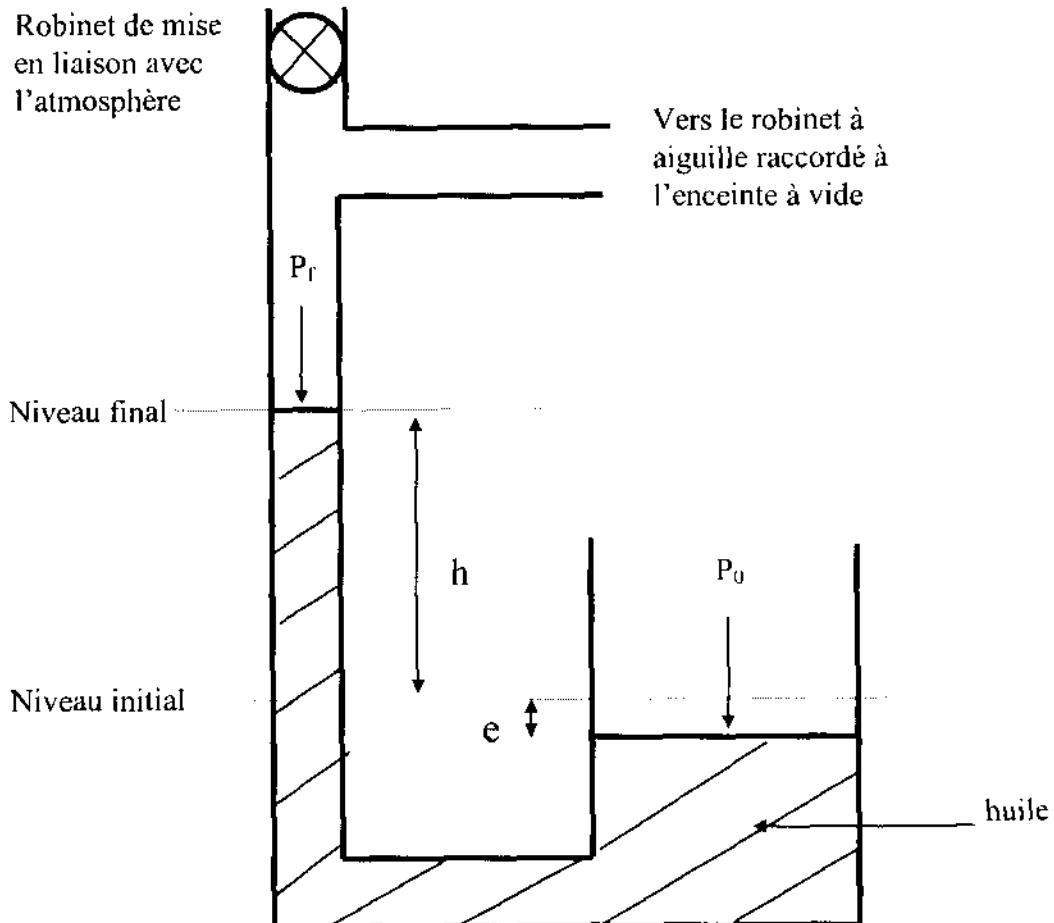

Figure 3. Schéma du débitmètre
On suppose dans cette partie que l'on dispose d'une pompe actionnée par un moteur, qui assure une cadence de pompage constante ($dQ/dt = \text{constante}$) ; il en résulte un débit moyen constant. Pour mesurer le volume de gaz pompé à une pression donnée, on dispose d'un débitmètre (figure 3) qui est directement raccordé à l'enceinte. La base du débitmètre est un tube en U contenant de l'huile ; une de ses branches est un réservoir directement ouvert sur l'atmosphère, l'autre est un tube calibré. A sa partie supérieure, le tube calibré est surmonté de deux conduits : l'un peut être relié à la pression atmosphérique au travers d'un robinet à deux positions (ouvert ou fermé), l'autre est relié à l'enceinte au travers d'un robinet à aiguille qui permet de régler le débit avec une grande précision. Selon l'ouverture de ce robinet à aiguille, le débit d'air admis dans l'enceinte, est plus ou moins important mais constant. Lorsque ces deux robinets sont ouverts, au bout d'un certain temps, il y a égalité entre le flux de molécules entrant dans l'enceinte et le flux extrait par le pompage, et dans l'enceinte (comme nous l'avons vu précédemment en **B.13**) la pression se stabilise à une certaine valeur **P**. Pour déterminer le débit de pompage à cette valeur de pression, **il suffit de fermer le robinet de liaison avec l'atmosphère**. A cet instant, le niveau d'huile est le même dans les deux branches du tube en U. L'air admis dans l'enceinte (qui correspond à celui qui est évacué par le pompage) est alors prélevé dans le volume fermé et l'huile se met à monter dans le tube calibré. Au
- D.2.** Indiquer la relation exacte entre P_f , P_0 , $h' = h + e$ (voir figure 3), g , accélération de la pesanteur et r , masse volumique de l'huile. Sachant que la valeur de h est toujours inférieure à 10 cm, y a-t-il lieu de tenir compte de la variation de pression de P_0 à P_f , si on désire faire des mesures à 2% près ?